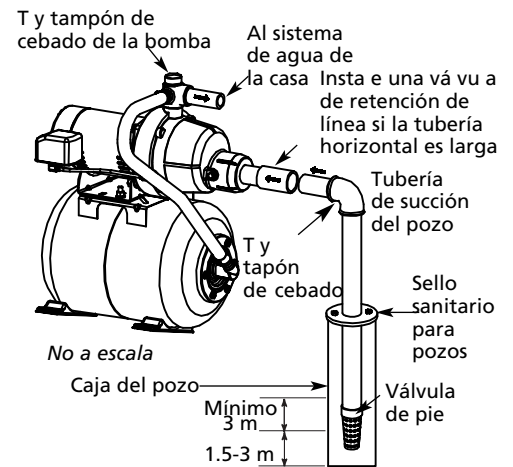

Figura 4 – Instalación del Pozo Entubado
3. Utilice la menor cantidad de conectores posible (especialmente codos) cuando afiance la tubería de la punta del pozo al orificio de succión de la bomba. La tubería de succión debe ser, por lo menos, del mismo tamaño que el orificio de succión de la bomba (incluye una válvula de retención – véase la Figura 4). Soporte la tubería para que no haya inclinaciones verticales o hundimientos en ella, a fin de que la tubería no ejerza tensión sobre el cuerpo de la bomba, y se incline ligeramente hacia arriba desde el pozo hacia la bomba (los puntos altos pueden ocasionar que se formen bolsas de aire que pueden bloquear la bomba). Selle las uniones de la tubería de succión con cinta de PTFE o un compuesto para uniones de tubería a base de PTFE. Las uniones deben ser estancas al aire y al agua. Si la tubería de succión puede
(Véase la Figura 4)
4. Instale una T de cebado, un tapón de cebado y una tubería de succión en la bomba (véase la Figura 4 en la página anterior). Afiance la tubería del pozo al orificio de succión de la bomba utilizando la menor cantidad de conectores posible – especialmente codos – ya que los conectores aumentan la fricción en la tubería (sin embargo, incluya una válvula de pie – véase la Figura 4 en la página anterior). La tubería de succión debe ser, por lo menos, del mismo tamaño que el orificio de succión de la bomba. Utilice cinta de PTFE o un compuesto para uniones de tubería a base de PTFE en las uniones roscadas de tubería. Soporte la tubería para que no haya inclinaciones verticales o hundimientos en ella, a fin de que la tubería no ejerza tensión sobre el cuerpo de la bomba, y se incline ligeramente hacia arriba desde el pozo hacia la bomba (los puntos altos pueden ocasionar que se formen bolsas de aire que pueden bloquear la bomba). Selle las uniones de la tubería de succión con cinta de PTFE o un compuesto para uniones de tubería a base de PTFE. Las uniones deben ser estancas al aire y al agua.